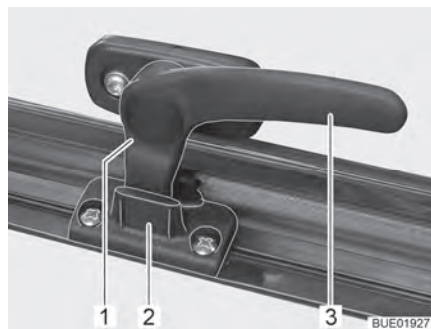

Bild 21 Verriegelungshebel in Stellung "Dauerbelüftung"
- in Stellung "Dauerbelüftung" (Bild 21)
- Den Verriegelungshebel (Bild 21,3) eine viertel Umdrehung zur Fenstermitte hin drehen.
- Den Verriegelungshebel eine viertel Umdrehung zum Fensterrahmen hin drehen. Die Verriegelungsnase (Bild 21,1) dabei in die Aussparung der Fensterverriegelung (Bild 21,2) einfahren.